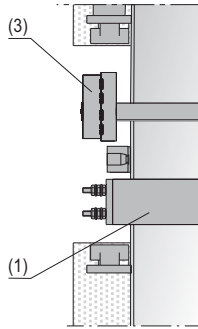

Fig. 2.3
- 2.3: Roscar la varilla roscada (5) en la tuerca remachable hasta hacer tope con el depósito. Introducir en esta la arandela dentada de fijación (7), de tal manera que la resistencia quede bloqueada a través de su pestaña, tal y como se indica en la fig.2.3. Introducir el terminal ojal del cable doble de toma de tierra (6) y a continuación asegurar el conjunto con una tuerca de M6 (4).